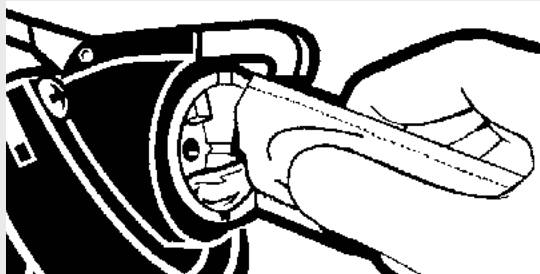

Figura 1.
2. Libere la sección perforada en la parte superior de la caja (cerca de la lengüeta de cierre que retenía la tapa), y dóblela hacia abajo para permitir que las mangueras entren en los dos recortes previstos. (Ver Figura 1)